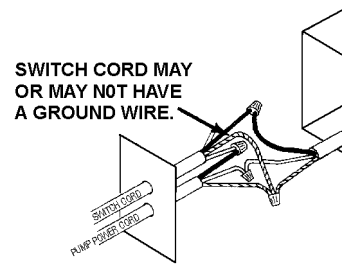

Figure 5
2. The RS-5 230V switch is supplied with a stripped wire cord end. The end of the cord is to be wired to the pump in an electrical enclosure as shown in Figure 5. The power cord is color coded as follows, green or (green/yellow)-ground, black or (brown)-line, and white or (blue)-neutral.
2. L'interrupteur RS-5 de 230 V est accompagné d'un cordon avec une extrémité dénudée. Cette extrémité doit être raccordée à la pompe à l'aide d'une enveloppe électrique, tel qu'illustré à la figure 5. Les codes de couleurs du cordon d'alimentation sont les suivants : vert (ou vert/jaune) - prise de terre; noir (ou brun) - ligne; blanc (ou bleu) - neutre.